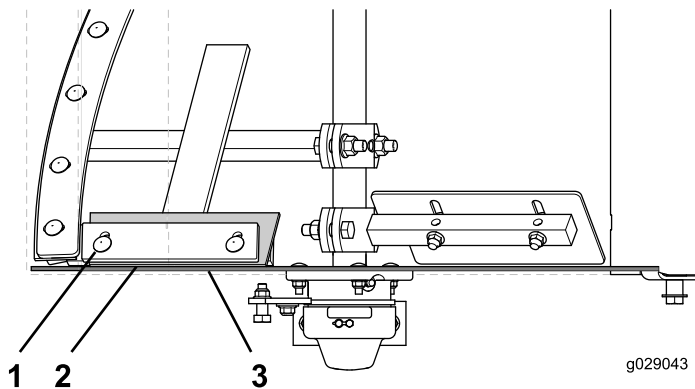

**Figura 70**
- Ajuste la posición de la escobilla para que toque ligeramente el tambor sobre el largo de la escobilla (Figura 70).